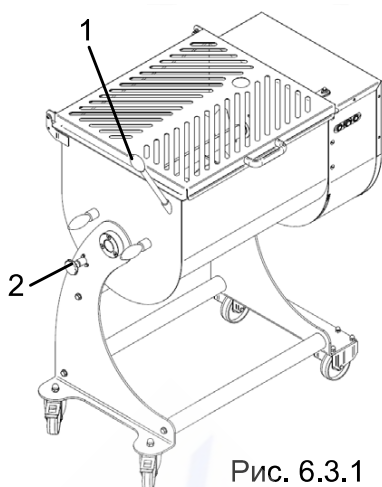
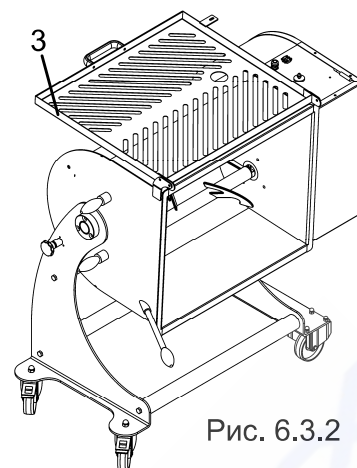

Рис. 6.3.1
Рис. 6.3.2
- Тримайте чашу в горизонтальному положенні, взявшись за ручку перекидного стрижня «1» рис. 6.3.1.
Потягніть за ручку блокування бака «2», рис. 6.3.1
Після того, як ви розблокували змішувальну чашу, поверніть її (рис. 6.3.2), потягнувши за поворотну планку «1», рис. 6.3.1
Відкрийте захисну решітку «3» рис. 6.3.2 та розвантажте чашу.